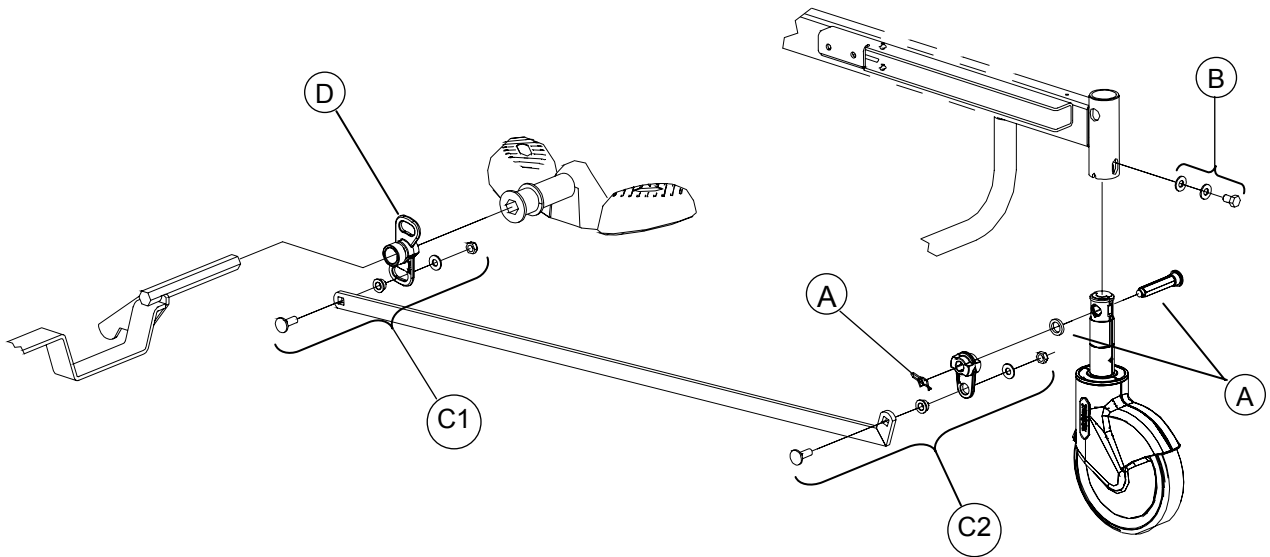

Figure 4.4B
5. À l'aide d'une clé à cliquet et d'une douille 1/2", retirez les deux écrous/entretoises à épaulement/rondelles/boulons (C1, fig. 4.4B, page 52) retenant les barres de liaison aux leviers de blocage des deux côtés du mécanisme de la roue directionnelle. Pour un lit équipé du système de freinage aux quatre roues (en option), retirez aussi la boulonnerie attachant les deux autres barres de liaison aux leviers de blocage.
6. À l'aide d'une clé à cliquet et d'une douille 1/2", retirez les deux boulons (A) retenant chaque côté du mécanisme de la roue directionnelle à la base. Récupérez les espaceurs moulés (B). Retirez le mécanisme complet.
8. Récupérez les deux leviers de blocage (D, fig. 4.4B, page 52).
5. À l'aide d'une clé à cliquet et d'une douille 1/2", retirez l'écrou/l'entretoise à épaulement/rondelle/boulon (C1, fig. 4.4B, page 52) retenant la barre de liaison au levier de blocage du côté droit du mécanisme de la roue directionnelle. Pour un lit équipé du système de freinage aux quatre roues (en option), retirez aussi la boulonnerie attachant l'autre barre de liaison au levier de blocage.
6. À l'aide d'une clé à cliquet et d'une douille 1/2", retirez les deux boulons (A) retenant le support droit de la roue directionnelle à la base. Déposez le support au sol et récupérez l'espaceur moulé (B).
7. À l'aide de deux clés 1/2", retirez l'écrou/entretoises à épaulement/boulon (D) retenant le levier de torsion droit (E) à la partie inférieure du contre-levier droit.
8. À l'aide d'une clé 1/2" et d'une clé Allen 3/16", retirez les deux écrous/vis Allen (F) retenant les leviers de torsion (E) aux deux extrémités de l'arbre de levier (G).
À moins d'indication contraire, référez-vous à la figure 4.4B de la page 52 pour l'illustration des points de référence de cette procédure.